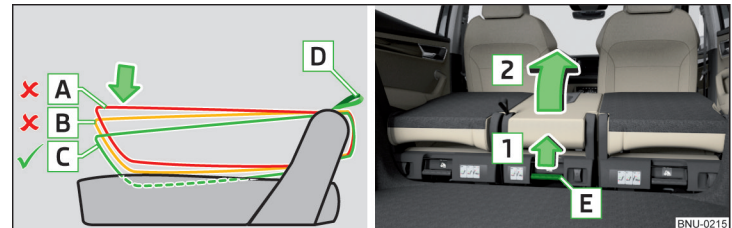

Abb. 84 Mittleren Sitz hochklappen
- › An der Schlaufe **D** ziehen und die Sitzlehne in Stellung **C** ungefähr 4 cm tief in die Sitzfläche eindrücken » Abb. 84.